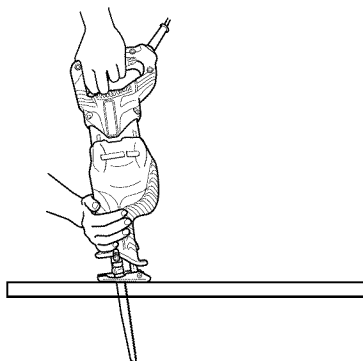
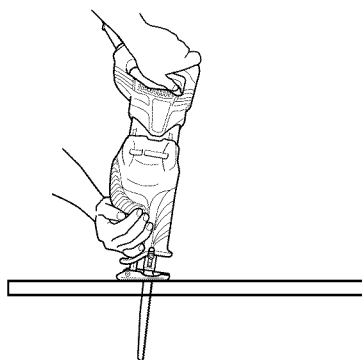

Fig. 26
Fig. 27
- (3) Sujete el cuerpo firmemente hasta que la hoja de sierra penetre completamente dentro del material (Fig. 26, Fig. 27)